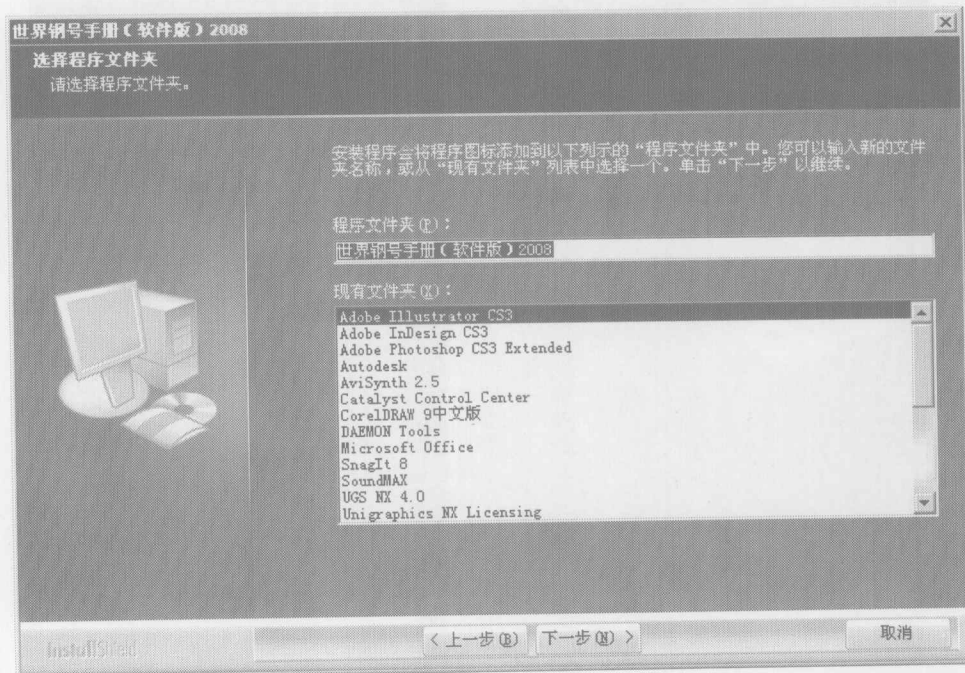

图 1-6 选择程序文件夹界面
(7) 单击“下一步”按钮, 显示如图 1-6 所示的选择程序文件夹界面。用户可以输入新的文件夹名, 或从现有文件夹列表选择一个。